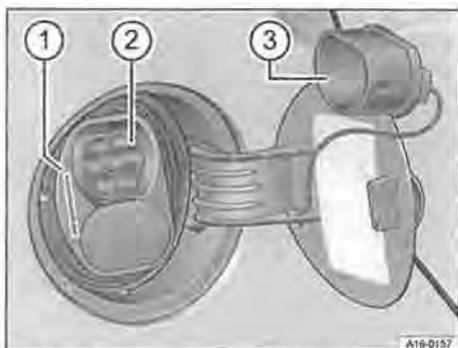

Fig. 110 Presa di ricarica della batteria dietro lo sportellino nella parte posteriore destra (esempio)
**Stazione di ricarica AC, wallbox, presa:** La batteria ad alto voltaggio può essere ricaricata con **corrente alternata (AC)** tramite la relativa presa di ricarica → fig. 110.
La luce a LED (spia di ricarica) sulla presa di ricarica si accende in giallo → fig. 110 ①. Sul display del quadro strumenti si accende la spia 🚗.
La spia di ricarica sulla presa produce delle pulsazioni di colore verde → fig. 110 ①. La spia 🚗 sul quadro strumenti lampeggia in giallo.